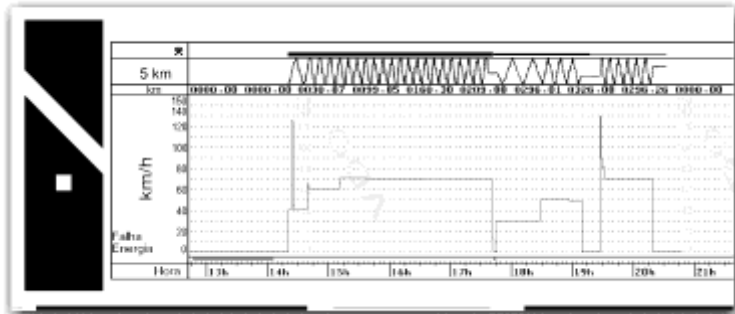

Figura 2.5.2.1
- k. Identificação do Condutor: A identificação nada mais é do que o registro da carteira nacional de habilitação. Assim, no ato da fiscalização, o condutor deverá apresentar sua CNH e a informação deverá ser a mesma. Na figura 2.5.2.1.1 o condutor — (3) foi o último a ser identificado e ter conduzido o veículo nas últimas 24 horas e o condutor ■ (1) foi o primeiro a ser identificado e ter conduzido o veículo nas últimas 24 horas.
As informações de operação do veículo, impressa na fita diagrama está de acordo com a figura 2.5.2.2.1